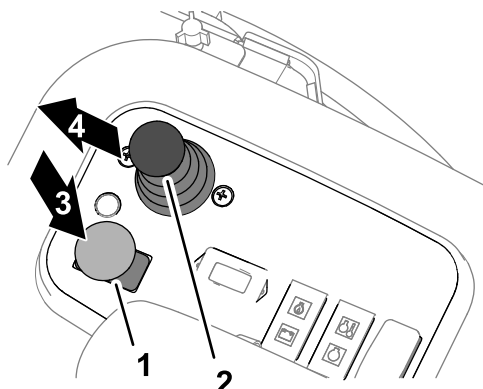

図 50
3. カuttingユニット駆動スイッチを切位置にする 図 50。
5. 芝刈りコントロールレバーを軽く前に倒す 図 50。